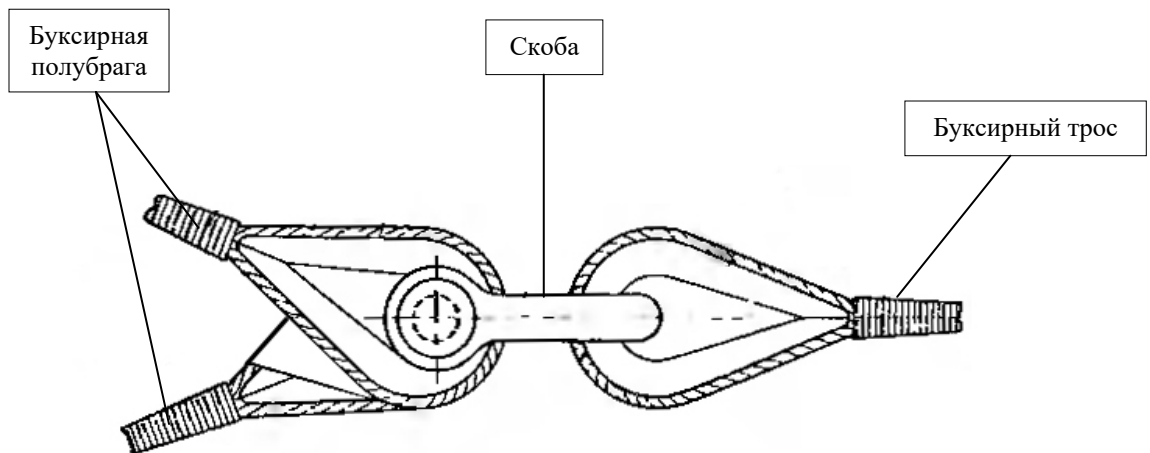

Рисунок 5.8 – Схема крепления буксирного троса судна – буксировщика с буксирными полубрагами
- осмотреть комплект устройств для аварийной буксировки, уточнив по данным буклета наличие всех деталей комплекта (см. рис. 5.8);